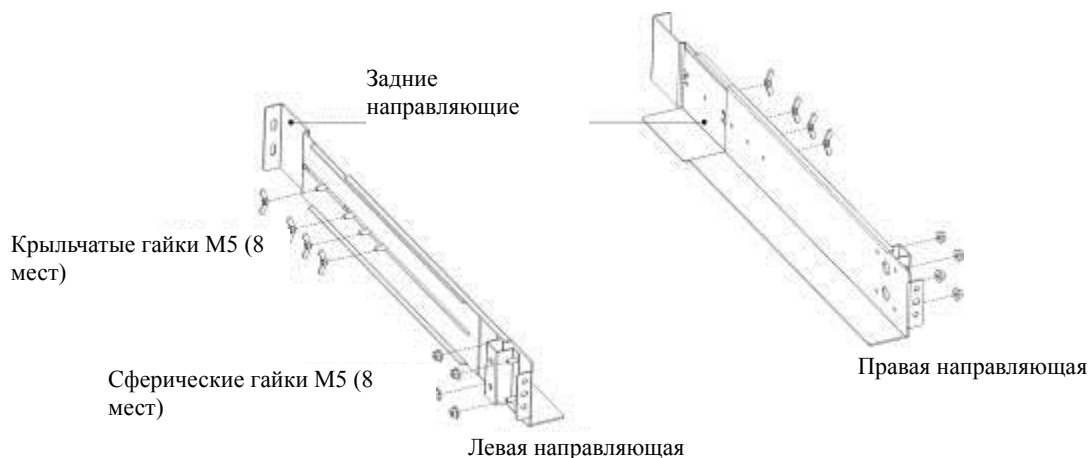

Рисунок 1 Закрепление направляющих
- c) Затяните четыре сферические гайки М5 в боковой части направляющей в сборе (см. Рисунок 1).